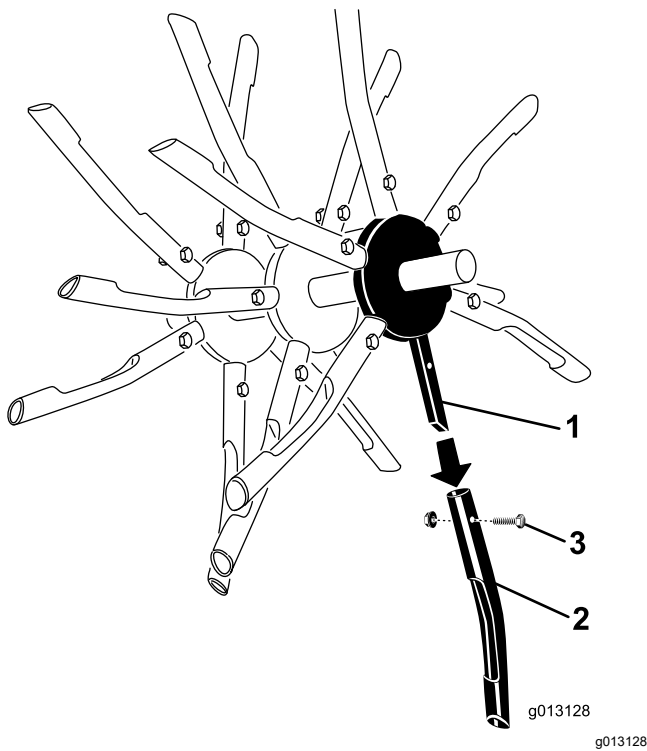

Figure 73
1. Retirez le contre-écrou à embase et le boulon qui fixent le louchet sur l'étoile de support des louchets, et déposez le louchet (Figure 73).